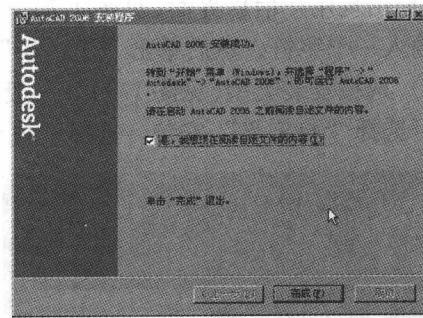

图 1-12 安装成功
12) 安装成功后，显示安装完成界面，如图 1-12 所示，单击“完成”按钮完成对 AutoCAD 2006 的安装。